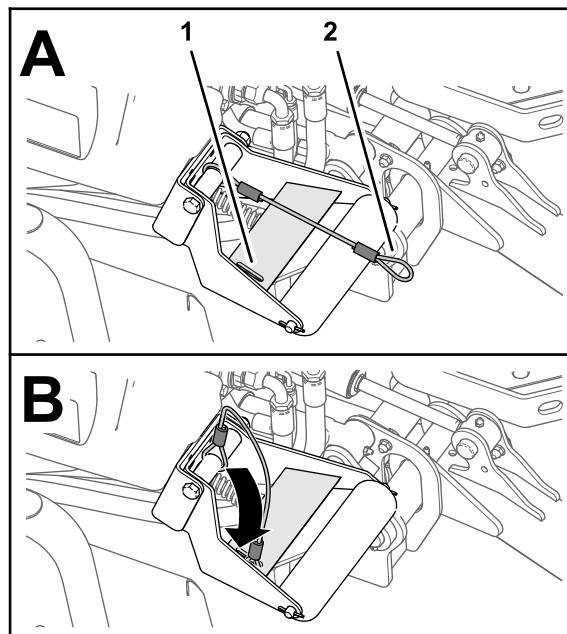

Figura 67
4. Con las unidades de corte bajadas, deslice el bucle del amarre en la ranura de la placa de refuerzo del soporte del rodillo (Figura 67).